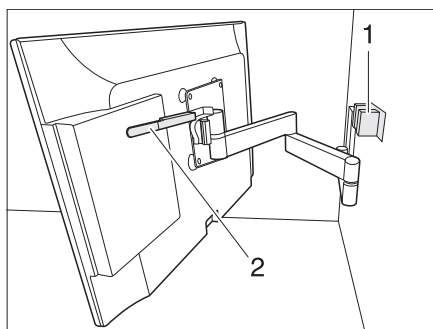

Fig. 62 Supporto con braccio snodato
- Spingere la leva (Fig. 62,2) verso il basso per sbloccare lo schermo piatto dall'arresto (Fig. 62,1). Rilasciare la leva.